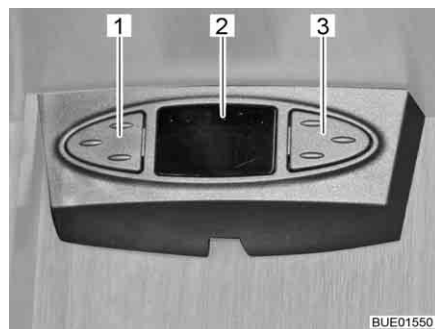

Fig. 35 Souris sat
Suivant le modèle, l'antenne parabolique est équipée d'une souris sat. L'affichage (Fig. 35,2) de la souris sat indique la chaîne réglée. Les deux touches servent à la commande des fonctions de base de l'antenne parabolique (changement de chaîne, allumer/éteindre).
- Choisir la chaîne précédente dans la liste de chaînes : Appuyer sur la touche gauche (Fig. 35,1).
- Choisir la chaîne suivante dans la liste de chaînes : Appuyer sur la touche droite (Fig. 35,3).
- Passer de radio à TV et inversement : Appuyer brièvement en même temps sur les touches (Fig. 35,1 et Fig. 35,3).
- Allumer/éteindre le récepteur : Appuyer en même temps sur les touches (Fig. 35,1 et Fig. 35,3) et les maintenir pressées.